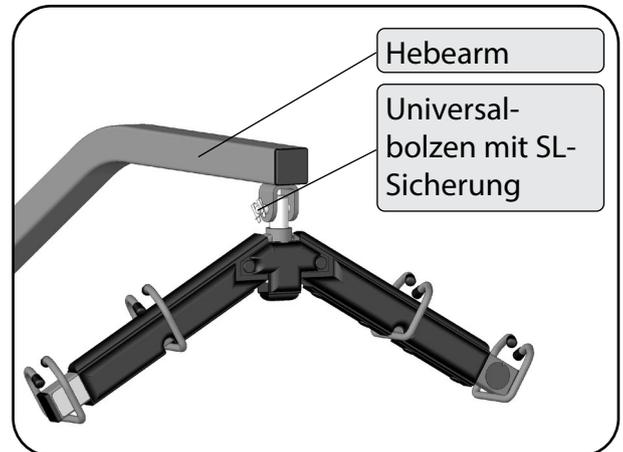

Abbildung 17
13. Bremsen Sie die hinteren Laufrollen und entfernen Sie den Standardtransportbügel (Abbildung 17).